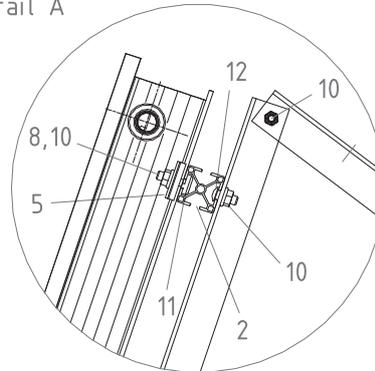

Abb. 5
4. Fixieren Sie zunächst die Montageschienen (2) oben und unten (vergl. Abb. 1) mittels Torband-Schrauben (12) und Sperrzahn-Muttern (10) in die dafür vorgesehenen Bohrungen des Schrägteils (Abb. 5).